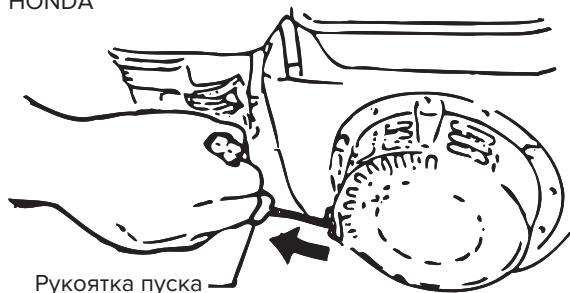

Рис. 7-1
5. Плавно потяните за рукоятку пускового шнура. Дерните рукоятку, когда почувствуете сопротивление. Рассчитывайте свои силы, чтобы не повредить пусковой механизм (рис. 7-1 и 7-2).